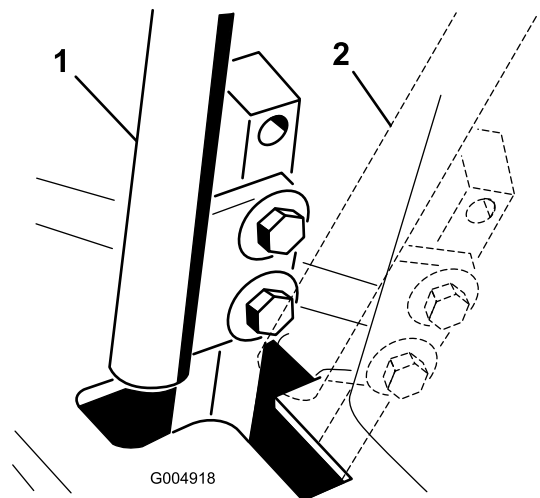

Bild 57
4. Schieben Sie den Schaltbügel in die neutrale, jedoch **nicht arretierte** Stellung (Bild 57).
6. Prüfen Sie, ob der Fahrtriebshebel relativ zur Kerbe im Armaturenbrett ist (Bild 57).